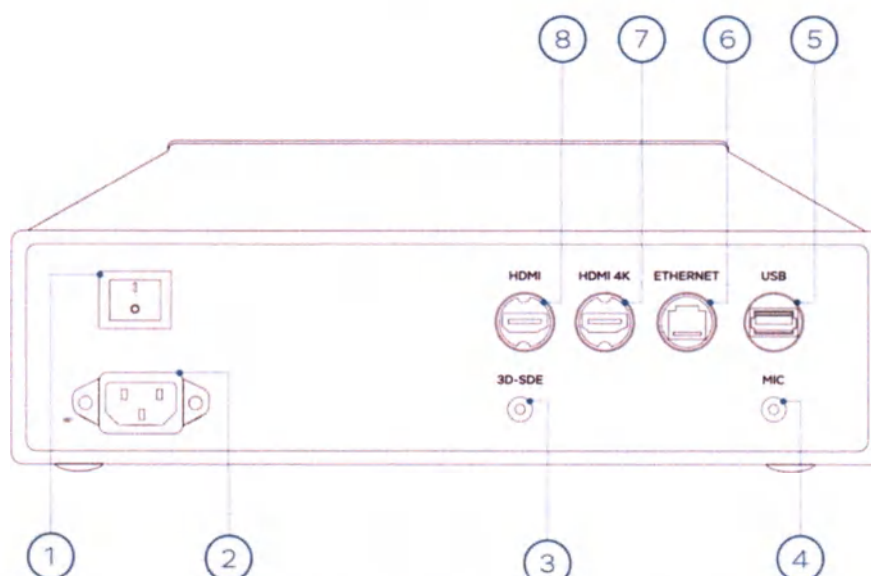

Рисунок 2 – Общий вид задней панели
3. Разъем **3G-SDI** (рис. 2, поз.3) служит для подключения монитора и передачи цифрового видеосигнала с прогрессивной развёрткой потоком до 2970 Мбит/с.
8. Разъем **HDMI** (рис.2, поз. 8) служит для подключения монитора или какого-либо другого устройства, имеющего цифровой интерфейс HDMI (либо другой цифровой интерфейс при использовании переходников).
Подключите шнур питания к разъёму (рис.2, поз.2) расположенному на задней панели.